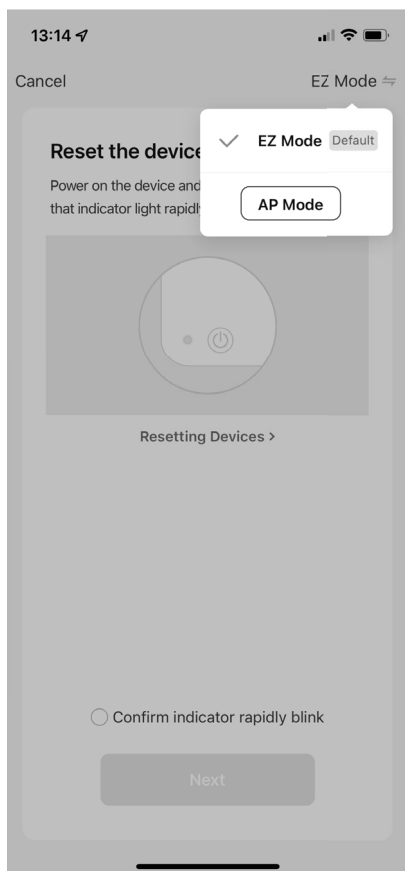

Fig. 5
- ▶ Selezionare l'opzione **MODALITÀ AP** nella finestra di selezione (vedere la **fig. 5**).